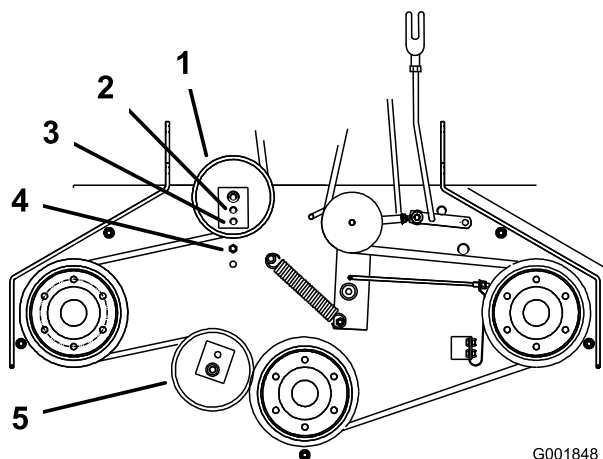

Figure 47
- S'il n'est plus possible de régler le tendeur et que la courroie est encore détendue, il faut alors repositionner la poulie de tension arrière dans le trou central ou avant (Figure 47). Utilisez le trou qui donnera le réglage correct.
- Lorsque la poulie de tension est déplacée, le guide de courroie doit l'être également. Placez le guide de courroie à la position avant (Figure 47).